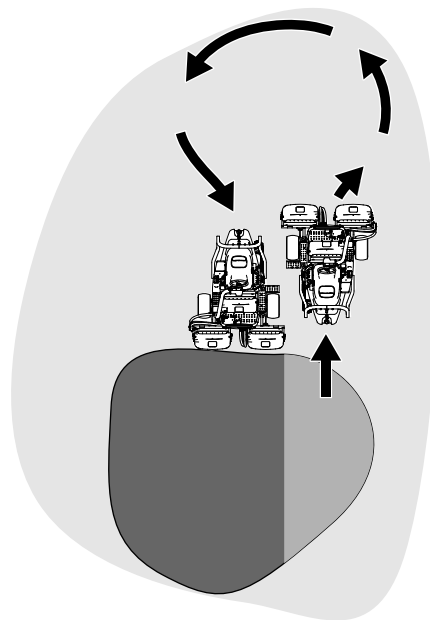

Bild 23
6. Verkürzen Sie die Betriebszeit und vereinfachen Sie das Ausrichten für den nächsten Durchgang, indem Sie die Maschine vorübergehend in die entgegengesetzte Richtung und dann in die Richtung des ungemähten Teils drehen. Führen Sie eine tränenförmige Wende durch (Bild 23), um die Maschine schnell für den nächsten Durchgang auszurichten.